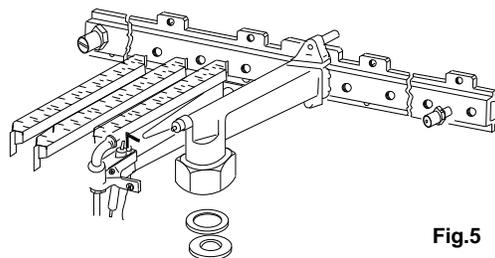

Fig.5
2. Desmonte o queimador (fig.5) e substitua os injectores.